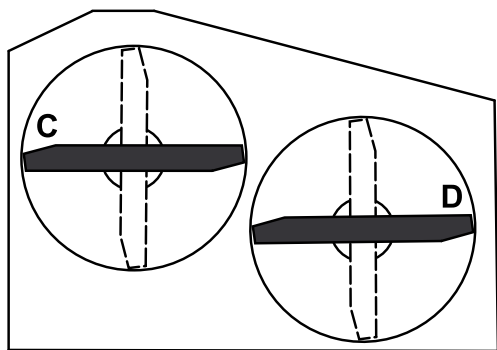

Figura 60
2. Disponete le lame in posizione laterale rispetto alla macchina. Misurate ai punti **C** e **D** da una superficie piana fino al tagliente della punta della lama (Figura 60).